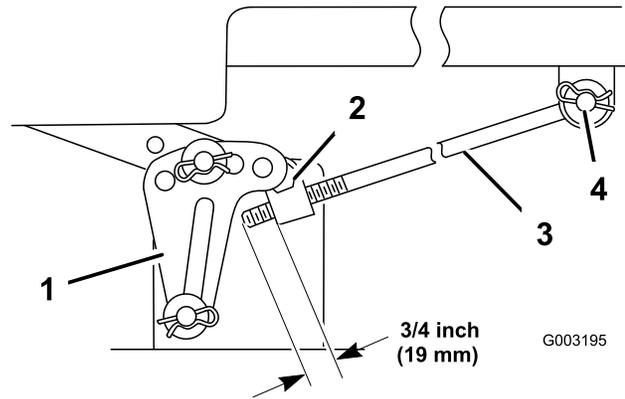

Figure 44
5. Mesurez la longueur de tige qui dépasse du bloc de réglage sur les côtés du châssis (Figure 44).
6. Si la longueur n'est **pas** égale à 19 mm, retirez la goupille fendue et la rondelle de l'extrémité de la tige (Figure 44), puis vissez ou dévissez la tige jusqu'à obtention de la longueur requise.